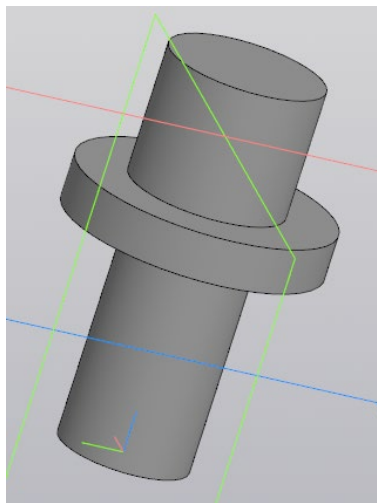

Рисунок 21 – Модель штока, полученная элементом вращения
2.3 Выберите операцию «Элемент вращения» и создайте модель штока (рис. 21).